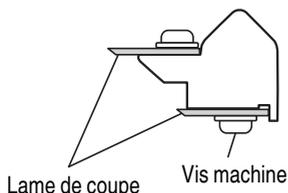
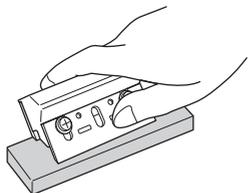

Fig. 35
Fig. 36
- (1) Utilisation de l'ensemble d'affûtage de lame
- Comme indiqué à la Fig. 35, il est possible de monter les deux lames sur l'ensemble d'affûtage de lame pour garantir que l'extrémité des lames sera meulée à un angle uniforme. Pendant le meulage, régler la position des lames de façon que leurs tranchants entrent simultanément en contact avec la pierre de finissage, comme indiqué à la Fig. 36.